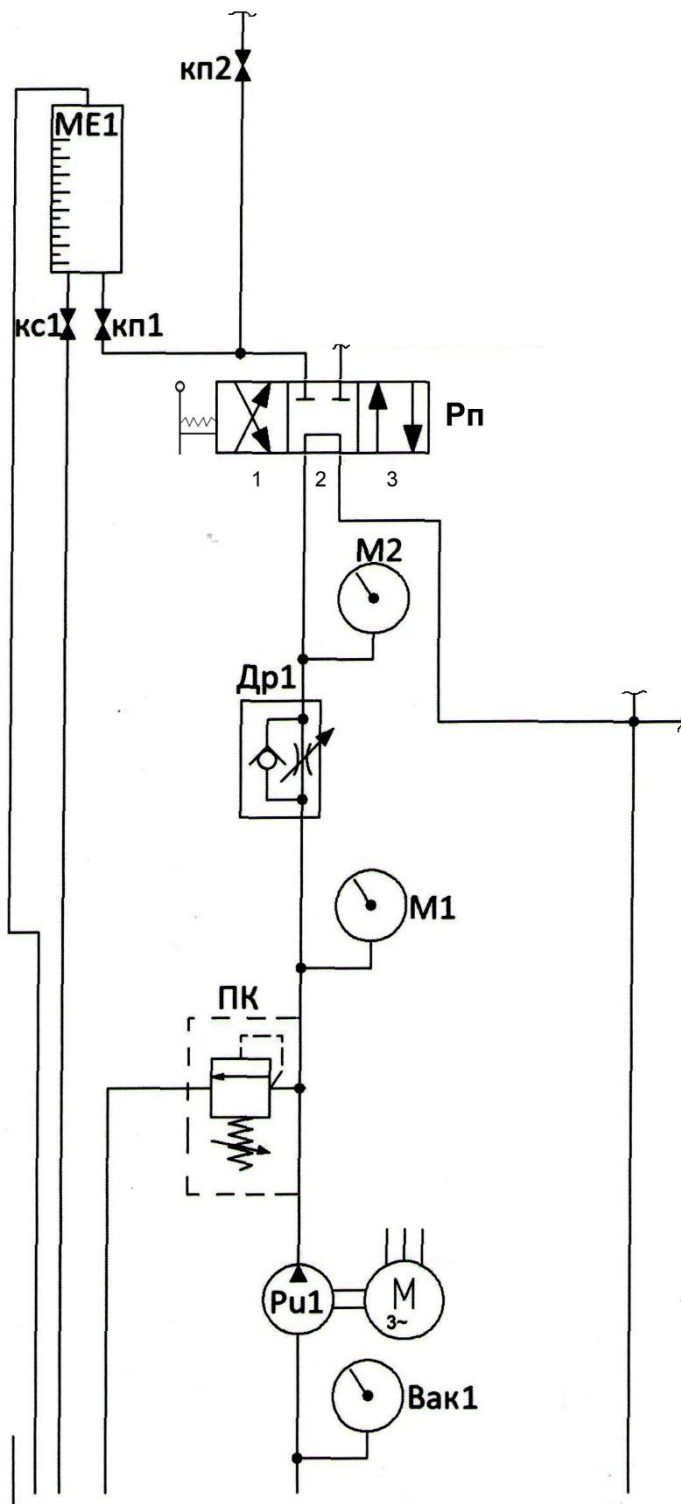

Рисунок 4 – Гидравлическая схема стенда лабораторной работы 2
3. Изучить часть общей гидравлической схемы стенда, относящуюся к лабораторной работе 2, при положении распределителя Рп - 2 (рис. 4) и 3 (рис. 5).
4. Закрыть кран питания мерной емкости ME2 (рис. 4).